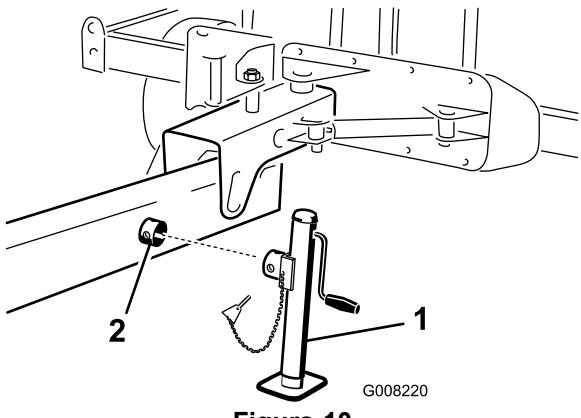

Figura 10
1. No lado do engate de reboque, faça deslizar o macaco até ao tubo (Figura 10).
2. Rode o macaco para alinhar os orifícios e fixar com o pino de sujeição (Figura 10).